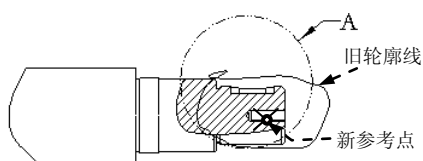

图 3.10.5 选取新的参考点
Step3. 在系统 **选取新的参照点。单击“确定”完成。** 的提示下，在父项视图的边线上选取一点（在放大视图上及在父项视图上非边线的地方选取的点，系统不认可），此时在选取的点处出现一个十字线，旧的轮廓线也随之以新参考点为中心显示，如图 3.10.5 所示。